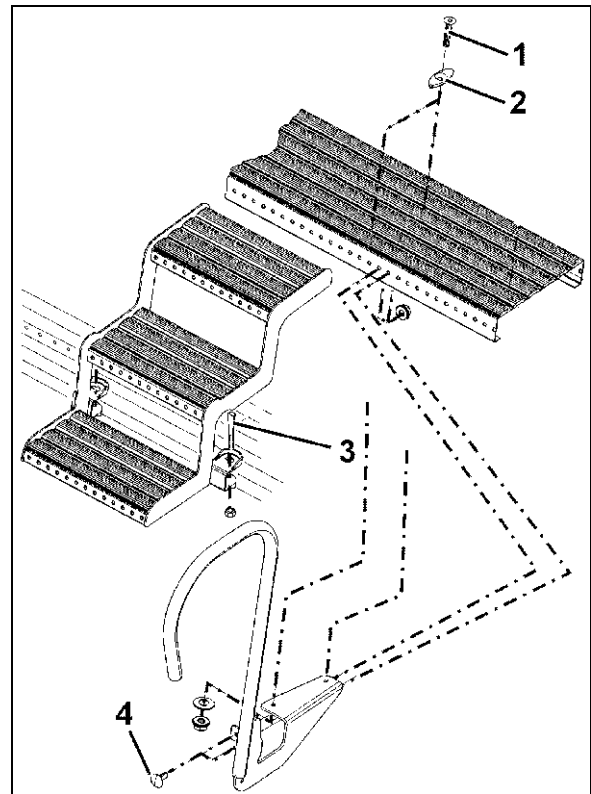

Fig. 76
- to senkeskruer M8 x 30 (Fig. 76/1)
- to klemstykker (Fig. 76/2)
- to skruer med rundt, flatt hode M8x20 (Fig. 76/4).
Fest trappetrinnene med to kileskruer (Fig. 76/3).